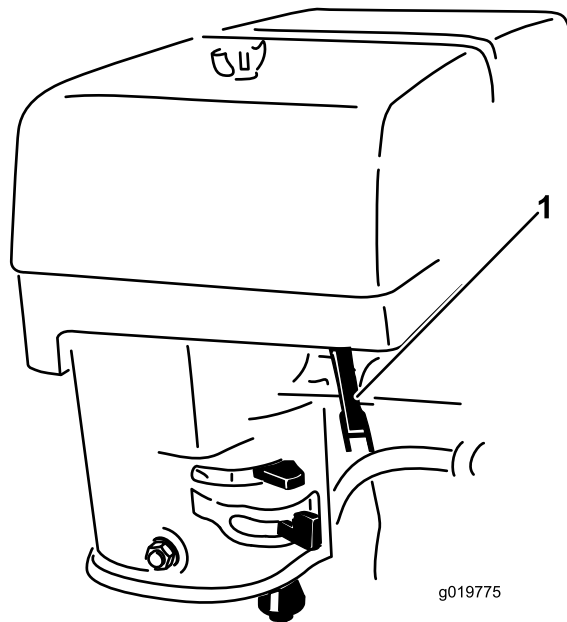

Figura 14
4. Ponga la palanca del acelerador en un punto intermedio entre las posiciones de Lento (tortuga) y Rápido (conejo) (Figura 14).